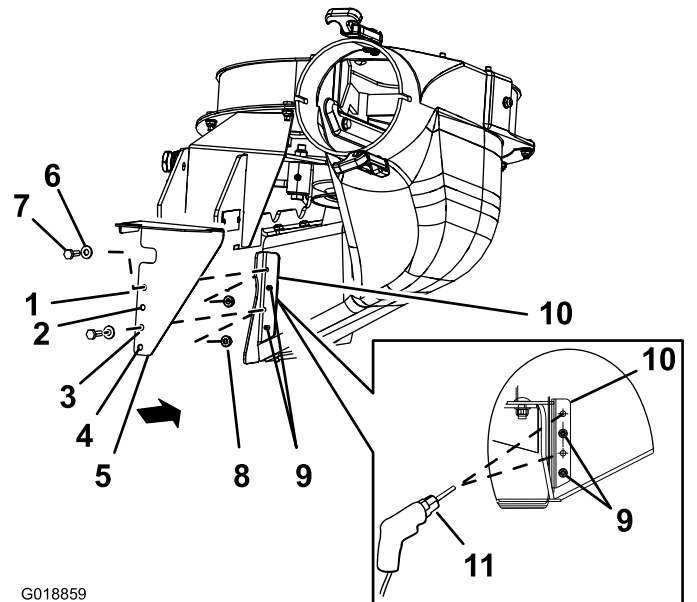

Figura 11
- Alinee el protector inferior (CE) con el soporte del conducto del soplador, como se muestra en la Figura 11.
- Alinee el orificio 2 y el orificio 4 del protector inferior (CE) con las colas de los remaches que sobresalen por el soporte del conducto del soplador (Figura 11).
- Marque el contorno de los orificios 1 y 3 del protector inferior (CE) en el soporte del conducto del soplador, y retire el protector (CE) (Figura 11).
- Perfore orificios de 7 mm en el soporte del conducto del soplador en las 2 marcas hechas con el punzón (Figura 11).
1. Alinee el protector inferior (CE) con el soporte del conducto del soplador (Figura 11).
2. Alinee los orificios 2 y 4 del protector inferior (CE) con las colas de los remaches que sobresalen por el soporte del conducto del soplador (Figura 11).
3. Sujete el protector inferior (CE) al soplador con 2 pernos de cabeza hexagonal ($\frac{1}{4}$ " x $\frac{3}{4}$ "), 2 arandelas, y 2 contratuercas ($\frac{1}{4}$ " por los orificios 1 y 4 del protector (CE) (Figura 11).